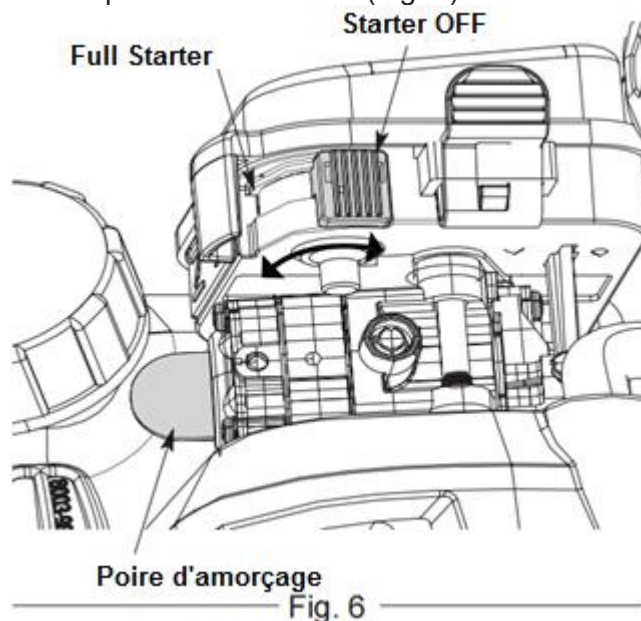

Fig. 6
d) Appuyez lentement 10 fois sur la poire d'amorçage (Fig. 6).
e) Déplacez le levier de starter à la position Full Starter (Fig. 6).